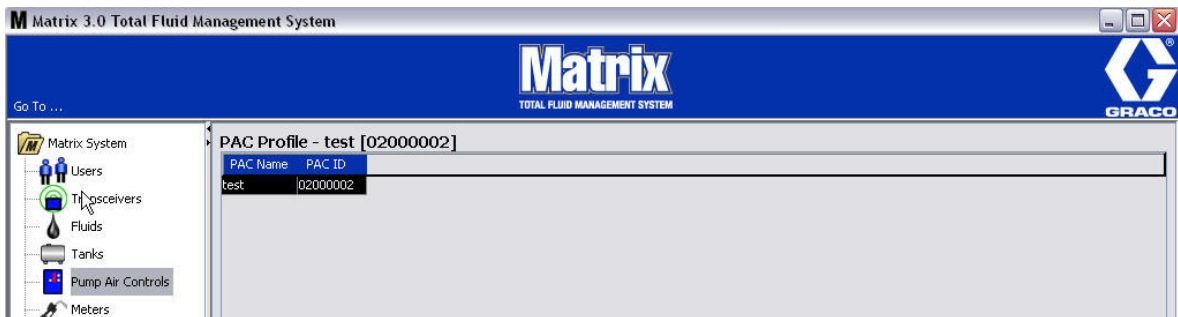

FIG. 83
6. Il PAC collegato è visualizzato sulla schermata principale come illustrato nella FIG. 83.